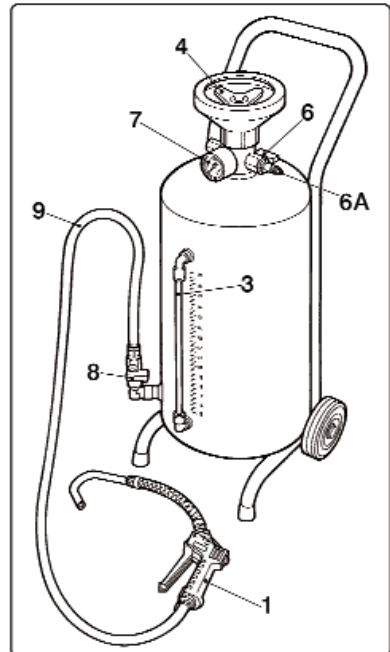

Fig.1
- 1) De rubberen buis (9 - Fig.1) goed aan de klep (8) en aan de pistool (1) vastdraaien met gebruik van teflon of zachte dichtingsvloeistof.
- 2) De druk in de tank aflaten door de kogelkraan (6) te openen.
- 3) De laaddop (4) losdraaien en wegnemen, de olie in het apparaat gieten, controleer de hoeveelheid met behulp van het peiltoestel (3); daarna afsluiten en goed aandraaien.
- 4) De persluchtbus aan de snelle koppeling (6a) verbinden totdat een druk (max 8 bar) wordt bereikt en deze op de drukmeter (7) nagaan. Open de kraan (8)